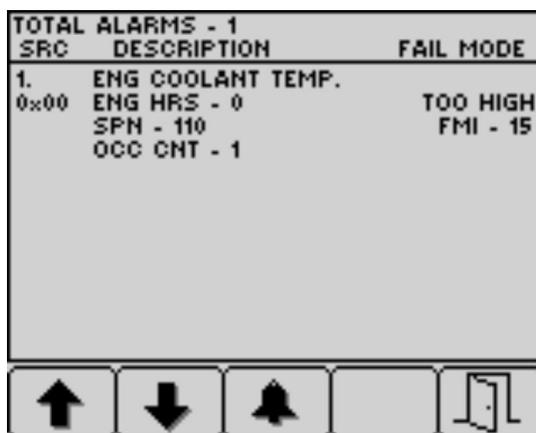

図 36
4. ボタン5を押すと不具合表示を出てホーム画面に戻る。図 36
5. ボタン5を押すと不具合表示を出てホーム画面に戻る図 36 エンジン関係のアドバイス (ページ 30)を参照。